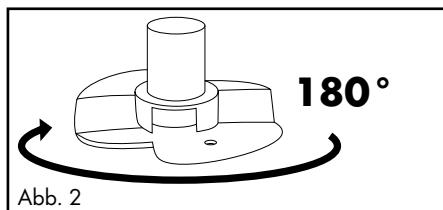
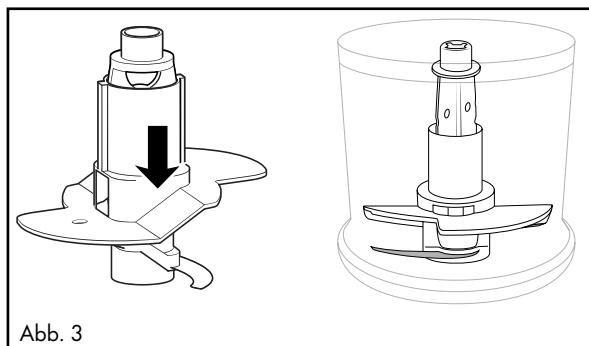

Abb. 2
Abb. 3
- Für 200 ml Sahne drehen Sie die Emulgierscheibe **10** horizontal um 180° (Abb. 2), so dass dieser nur noch auf einem Messer **7** aufliegt und einrastet (Abb. 3). Er pflügt dann höher durch die Sahne: